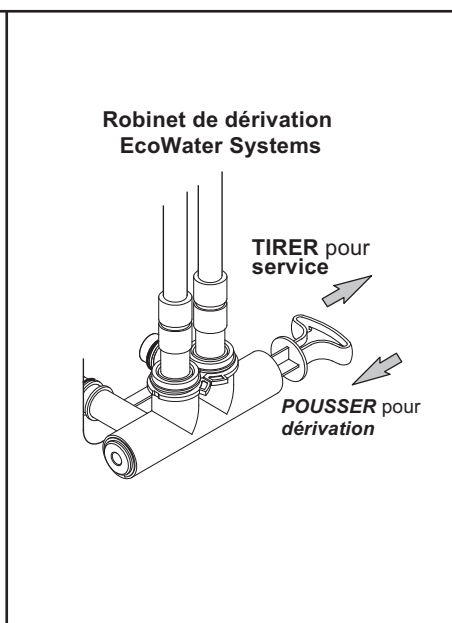

FIG. 7
b. Mettez le ou les robinets de dérivation en position de **dérivation** (cf. les Figures 7 et 8).
j. **Lancer une régénération** : À partir d'un écran d'état dynamique, appuyez sur le sélecteur (O) pour afficher le **Menu principal**. Regardez si **Régénération** est mis en encadré, puis appuyez sur le sélecteur (O). Appuyez sur BAS (▼) pour passer à **Régénérer maintenant**, puis deux fois sur (O) : vous devriez entendre le démarrage du moteur de la vanne (début de la régénération du conditionneur/de l'adoucisseur). Appuyez sur le bouton de DROITE (►) pour faire avancer la vanne en position de lavage à contre-courant (**contre-lavage**).